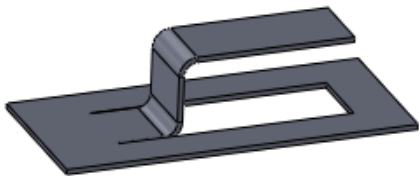

图 7-56 生成转折特征
(3) 取消选择“使用默认半径”，键入半径值 5。在“转折等距”栏中键入等距距离值 30。选择尺寸位置栏中的“外部等距”选项，并且选择“固定投影长度”。在转折位置栏中选择“折弯中心线”选项。其他设置为默认，单击“确定”按钮，结果如图 7-56 所示。